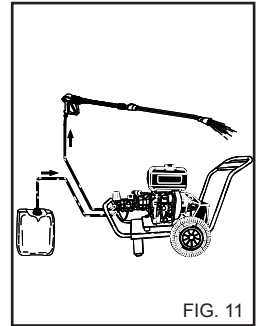

FIG. 11
1) Nach einem Waschvorgang mit Reinigungsmittel den Absaugzyklus nachspülen; das Absaugrohr (Fig.11) in einen Kanister mit sauberem Wasser stecken und die Pumpe bei völlig geöffnetem Dosierungs-hahn und bei Lanze in Reinigungsmittel-Abgabeposition eine Minute lang laufen lassen.
- 4) Nach einem Waschvorgang mit Reinigungsmittel den Absaugzyklus nachspülen; das Absaugrohr (Fig.11) in einen Kanister mit sauberem Wasser stecken und die Pumpe bei völlig geöffnetem Dosierungshahn und bei Lanze in Reinigungsmittel-Abgabeposition eine Minute lang laufen lassen.